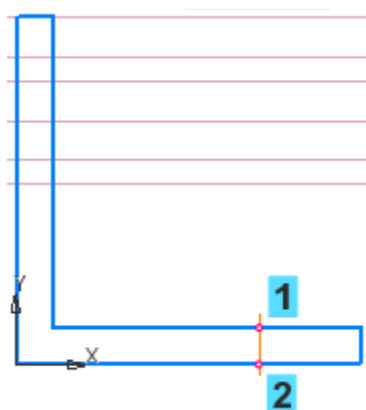

Рисунок 3
- Постройте вторую точку. Для этого при нажатой клавише <Shift> продолжите фантом оси до пересечения с горизонтальным отрезком, используя привязку Пересечение. (рисунок 3)